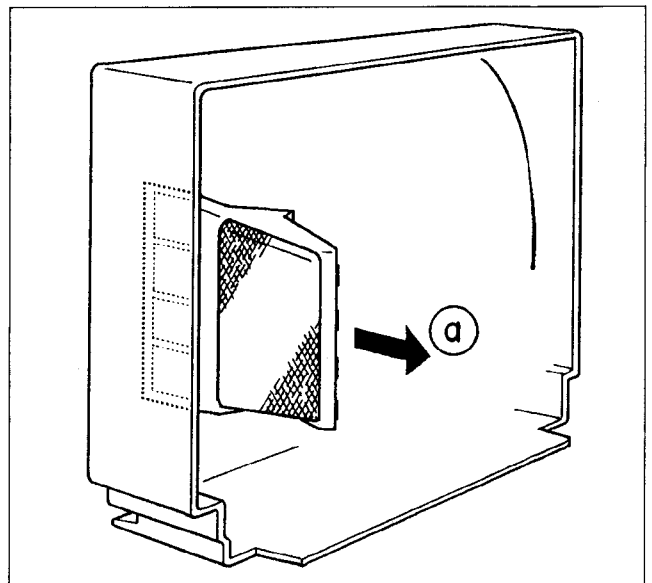

Abb. 2 Ausbau der Lautsprecherboxen
2. Die Lautsprecherbox kann, wie in Abb. 2 gezeigt, durch Ziehen in Richtung von Pfeil (a) entfernt werden.